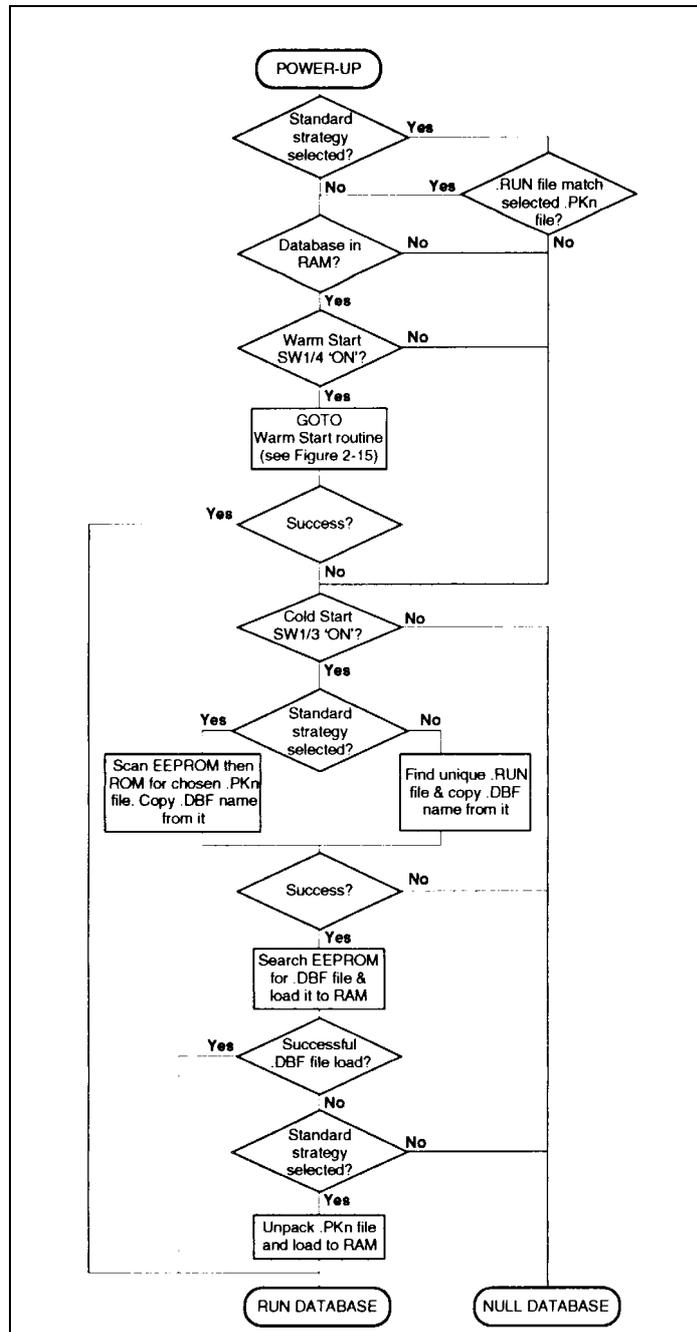
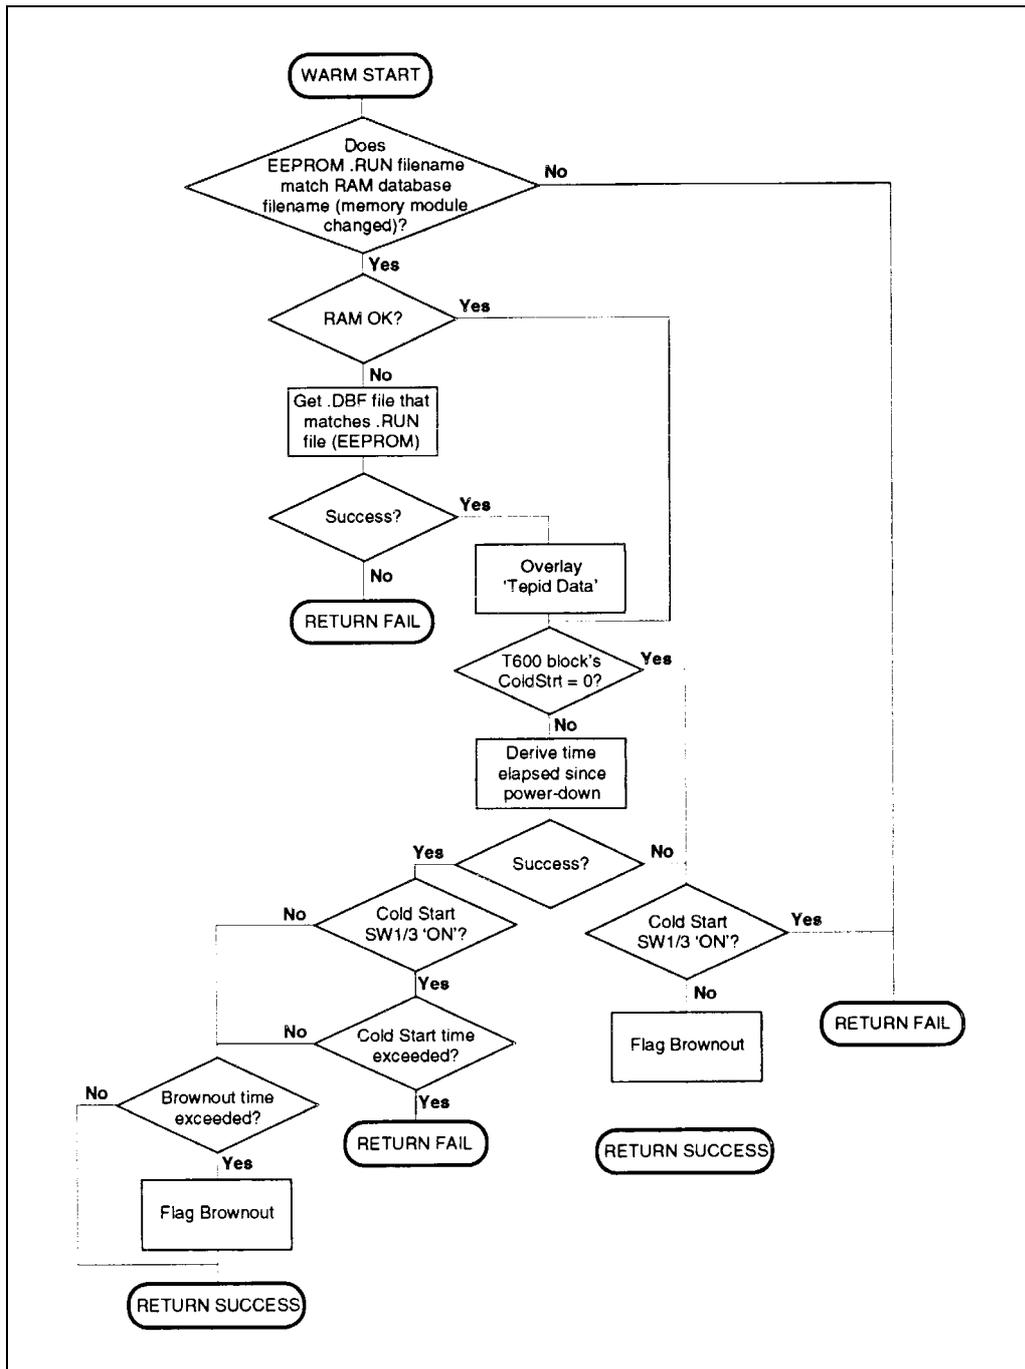

Bild 2-14 Einschalten des T640
Bild 2-15 Warmstart des T640
Bild 2-14 zeigt die Ereignisse beim T640-Start als Flußdiagramm. Bild 2-15 gibt die Warmstartroutine wieder; es ist in Zusammenhang mit Bild 2-14 zu lesen. Der T640 verfügt nicht über eine hardwaremäßig realisierte Realzeituhr; deshalb muß die seit Spannungsabschaltung verstrichene Zeit aus einem über die peer-to-peer-Verbindung erhaltenen Zeitsignal abgeleitet werden. Ist dies nicht möglich, wird der Startvorgang in einem in Bild 2-15 wiedergegebenen Alternativablauf ausgeführt. Nach dem Ladevorgang wird die Datenbasis einer Summenprüfung unterzogen.
Nach jeder Task-Ausführung werden zusammengehörige Daten in einer *.TPD*-Datei im RAM abgelegt und können bei Spannungseinbruch ins EEPROM übertragen werden. Diese Datensätze („Tepid“-Daten, wörtl. „lauwarmer“ Daten) enthalten für jeden Regelkreis den Sollwert (SL), den Stellwert (OP) und die Betriebsart (MODE). Bei einem Spannungseinbruch verbleibt genügend Zeit, diesen Datensatz aus der *.TPD*-Datei im EEPROM zu speichern und von dort bei einem anschließenden Warmstart wieder zurück zu laden (vgl. Bild 2-15). Die Daten sind kohärent (siehe Kap. 8, *Datenkohärenz*), weil sie nach vollständiger Task-Ausführung gesammelt erfaßt und festgehalten werden.